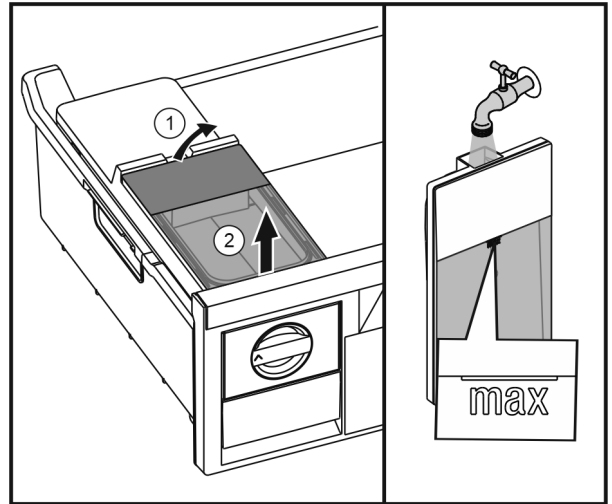

Fig. 37
- ▶ Wassertank von hinten anheben Fig. 37 (1) und nach oben entnehmen Fig. 37 (2).